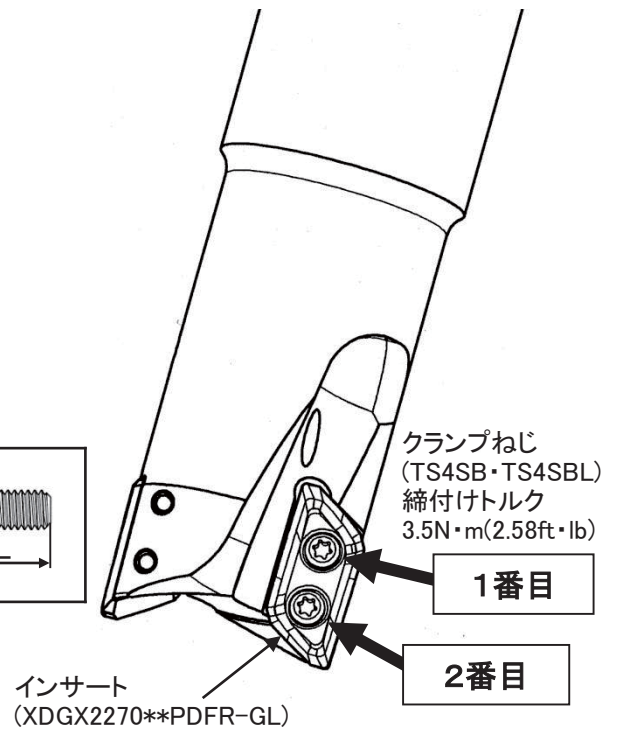

図1 クランプねじ締め付け順位
- ①インサートを取り付ける前に、インサート座をエアブローやハケなどで清掃してください。
- ②インサートをインサート座に確実に押さえながら、付属のレンチを使用してクランプねじを締め込んでください。
- ③クランプねじの締め付けは、図1に示す順位で行ってください。
- ④クランプねじは焼き付き防止剤を塗布し、規定締め付けトルクで締め付けてください。